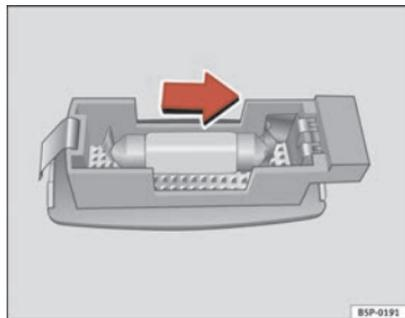

Fig. 197 Desmontagem da luz da pala do sol
- Retirar a luz com cuidado, utilizando a parte plana da chave de parafusos, tal como indica a figura ⇒ fig. 197.
- Retirar a lâmpada, movendo-a no sentido da seta e para fora ⇒ fig. 197. ■